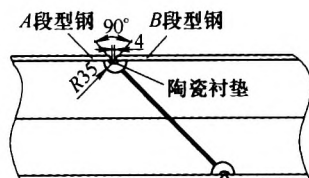

图4 型钢对接示意
(1) 开坡口 根据对接标准，我们采用斜接的对接方式，翼缘板用半自动火焰切割机开出45°的单面坡口，腹板开30°单面坡口，用角向磨光机打磨干净坡口表面，直至露出金属光泽。腹板与翼板对接交界处开R=35mm的工艺圆弧。
(2) 两段型钢对接 如图4所示，将两段型钢对接在一起，两段对接型钢留有3~5mm间隙。翼板对接焊缝两头安装厚度为14mm的引弧板。